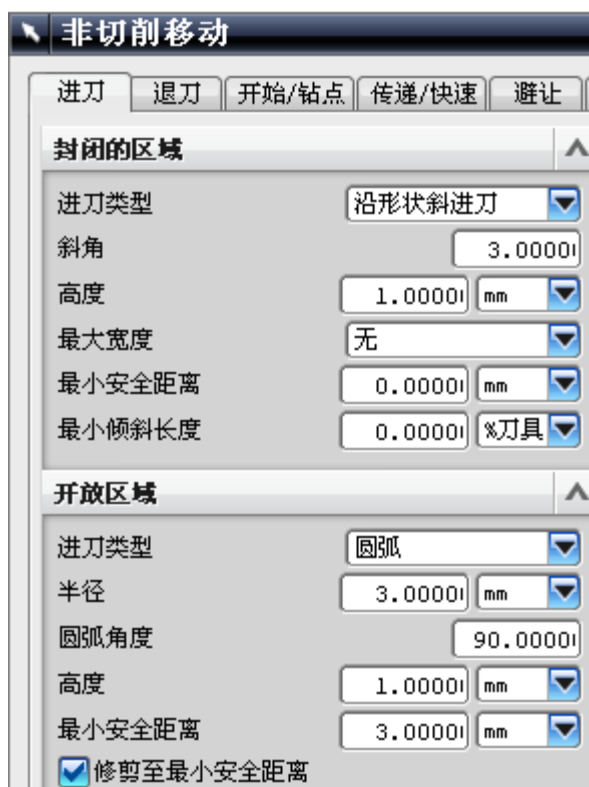

图 9-77
- 单击，设置如图 9-77 所示的非切削运动参数，单击 OK。